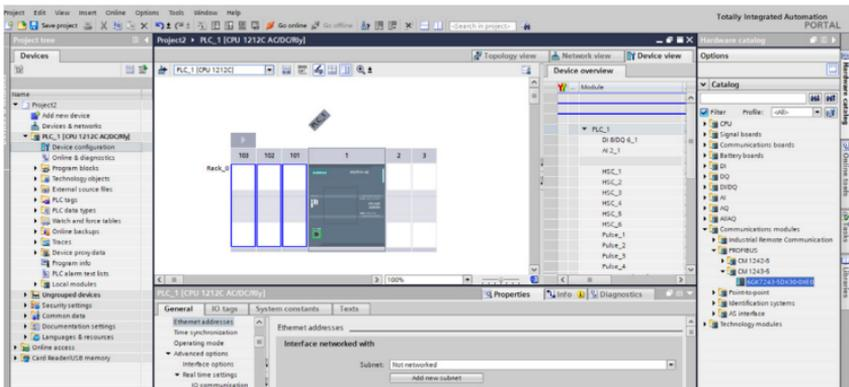

Рисунок 4.9 – Выбор ПЛК из библиотеки
5) В окне «Hardware catalog» найдите «Communication modules» и выберите папку с названием ПЛК, которое указано на корпусе устройства (рисунок 4.9).